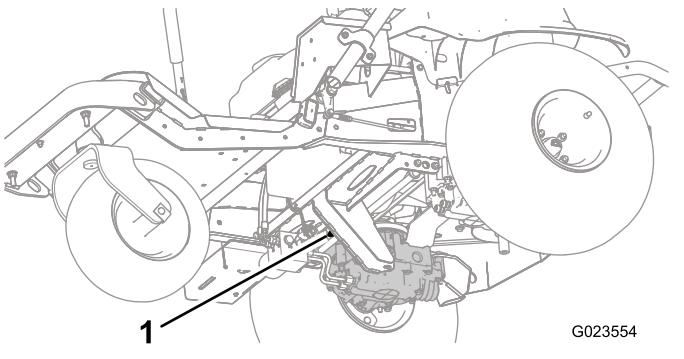
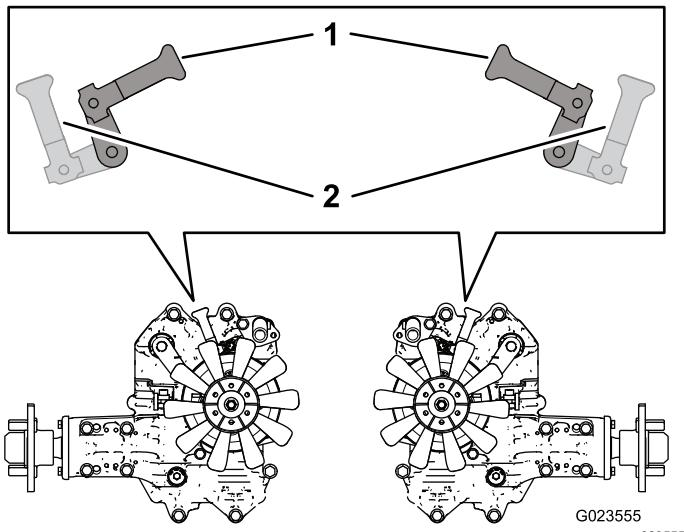

Figure 28
Figure 29
2. En passant sous la machine, tournez les leviers de dérivation (Figure 27 et Figure 28) pour les orienter vers l'intérieur et le centre de la machine (Figure 29), puis desserrez le frein de stationnement ; voir Utilisation du frein de stationnement \(page 23\).
3. Lorsque vous avez fini de pousser ou remorquer la machine, tournez les leviers des vannes de dérivation vers l'avant de la machine pour pouvoir conduire cette dernière (Figure 29).